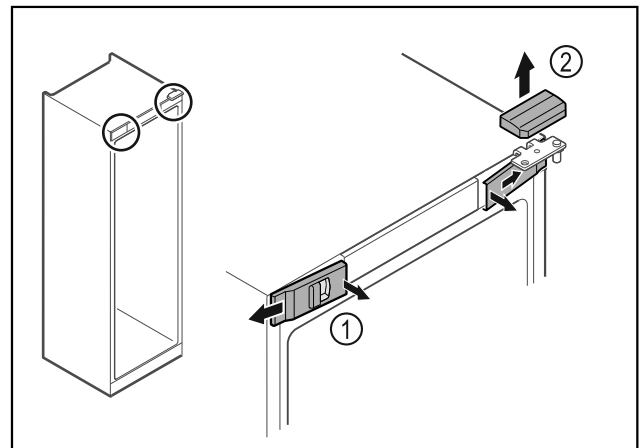

Fig. 9
- ▶ Voorste afdekkingen Fig. 9 (1) binnen ontgrendelen en naar de zijkant toe verwijderen.
- ▶ Bovenste afdekking Fig. 9 (2) naar boven toe verwijderen.